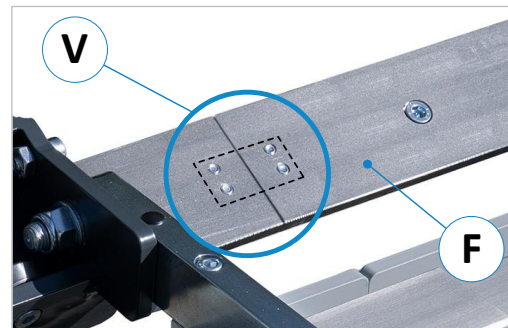

Abbildung 8: Flachstahl bei BK/F und E/KF
Die geneigt montierten Führungs-Flachstäbe (F) der Rollenbahn mit der angeschraubten Verbindungslasche (V) von der Rückseite aus fest miteinander verschrauben (siehe ⇒ Abbildung 8). Beim Anbringen der Verbindungslasche (V) ist darauf zu achten, dass die Flachstäbe exakt bündig zueinander fluchten → Der Luftspalt zwischen den Flachstäben sollte so gering wie möglich sein.